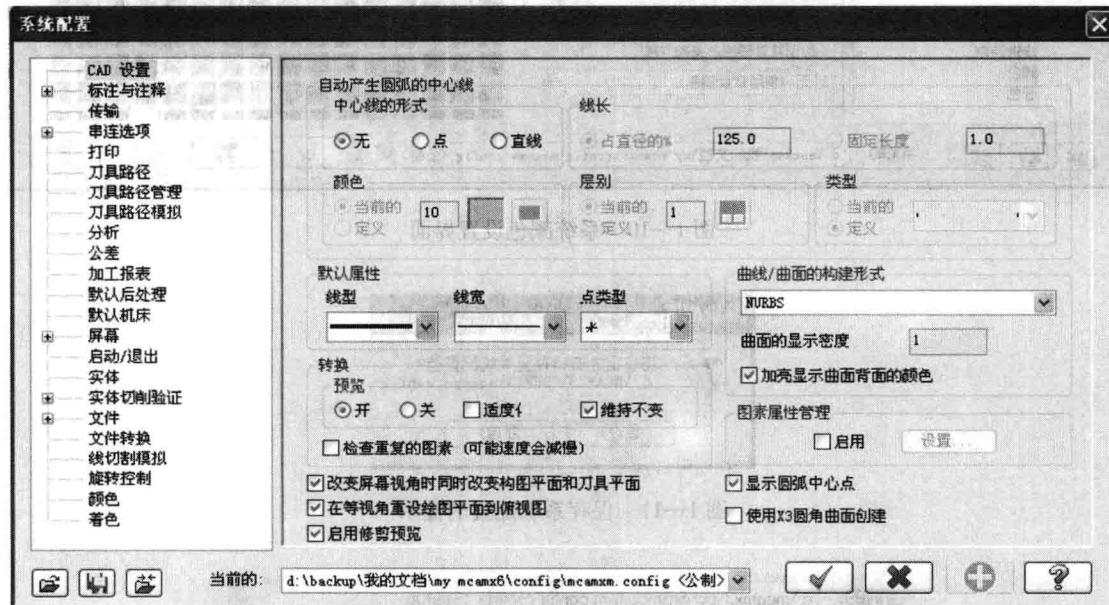

图 1—9 系统配置对话框
2) 单击对话框中的【颜色】，出现如图 1—10 所示界面，选中【绘图区背景颜色】，然后选中颜色框中的白色。再单击【绘图背景颜色渐变的方向】右侧下拉箭头，选择其中的【无（使用背景颜色）】。